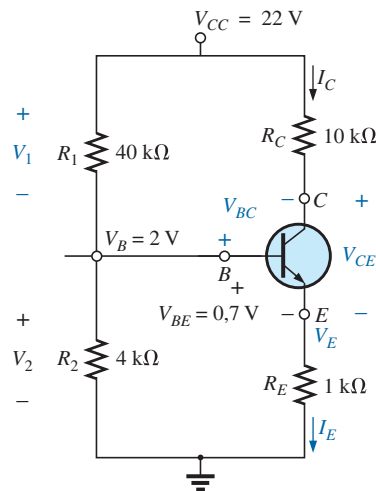

Figura 7.24 Exemplo 7.9.
Considerando o transistor na configuração mostrada na Figura 7.24, em que  $V_B$  e  $V_{BE}$  foram fornecidas:
- A partir da Figura 7.24, podemos determinar que: